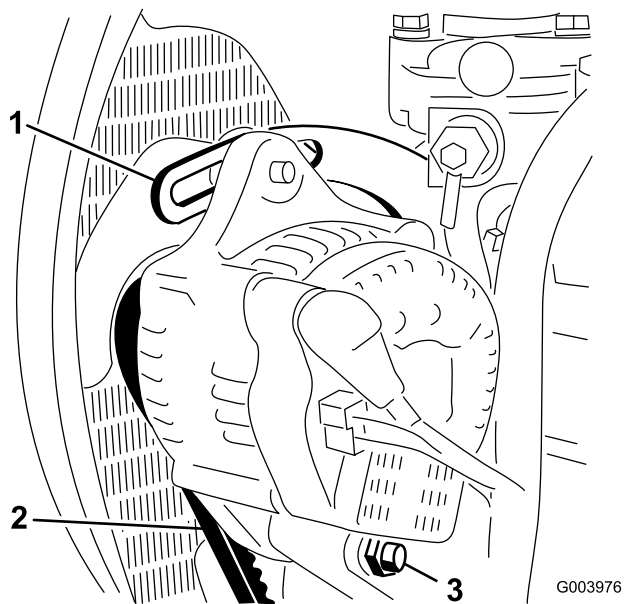

Figura 50
2. Compruebe la tensión de la correa del alternador flexionándola (Figura 50) en el punto intermedio entre las poleas del alternador y del cigüeñal con una fuerza de 10 kg (22 lb).
3. Afloje el perno que fija el tirante al motor (Figura 50), el perno que fija el alternador al tirante y el perno de pivote.